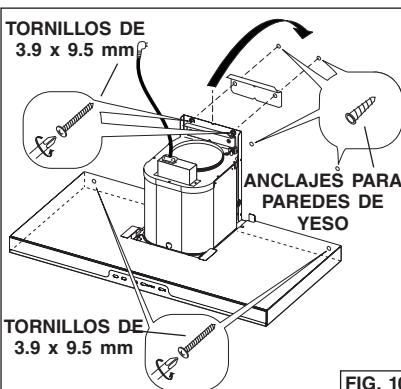

FIG. 10
- Instale la campana en el soporte de montaje de la pared. Asegúrese de que la campana esté nivelada con el piso. Fig. 10.
- Marque e instale (4) anclajes para pared de yeso adicionales y tornillos como se muestra.
- Fije la campana a la pared con (4) tornillos de montaje de 4.8 x 38 mm.